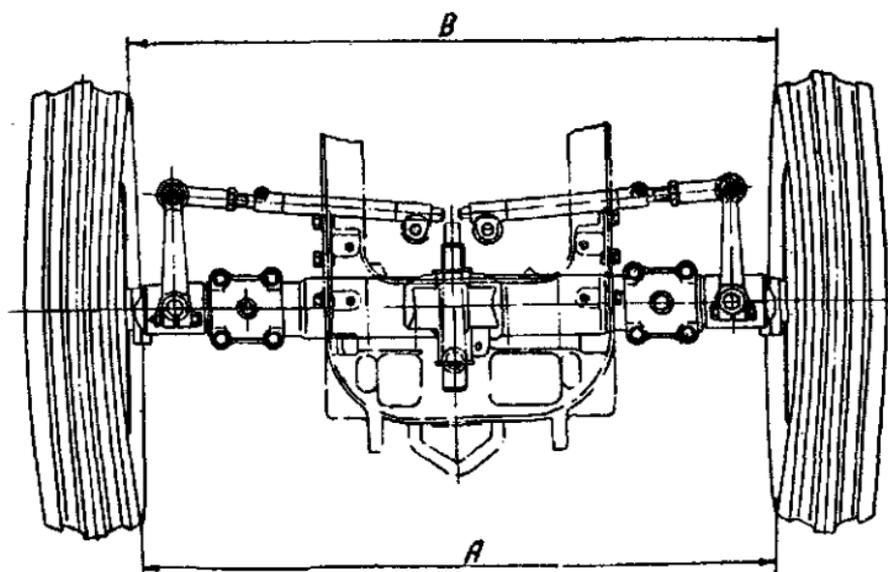

Рис. 49. Схема определения сходимости направляющих колес.
ня тяги с одной и другой стороны, установите сходимость направляющих колес так, чтобы на уровне оси колеса внутреннее расстояние А (см. рис. 49) между крышками спереди было равно или меньше на 4 мм расстояния В между крышками сзади.
8. После установки нужной колеи закрепите стержни рулевых тяг, предварительно проверив сходимость направляющих колес (рис. 49).